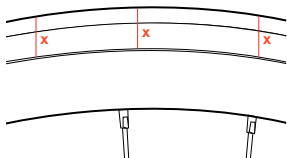

**Abb. 7. Das Laufrad drehen
- Halten Sie das Laufrad fest, schwenken Sie es vor und zurück und drehen Sie es, um das Dichtmittel im Inneren des Reifens zu verteilen (Abb. 7).